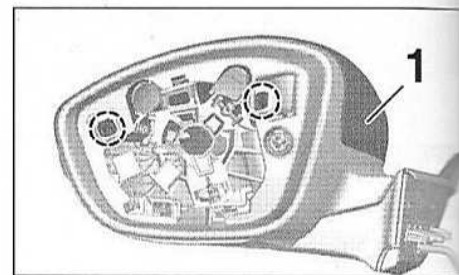

FIG.43
- Dégrafer et déposer la coquille (1) (Fig.43).